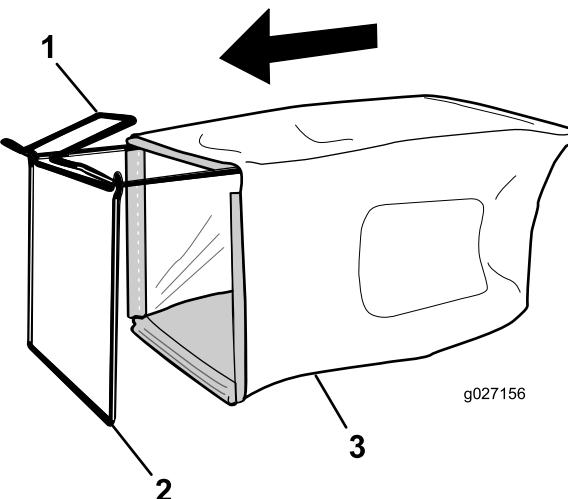

Bild 11
- Schieben Sie den Fangkorb auf den Rahmen, wie in Bild 11 abgebildet.
Hinweis: Schieben Sie den Grasfangkorb nicht über den Holm (Bild 11).